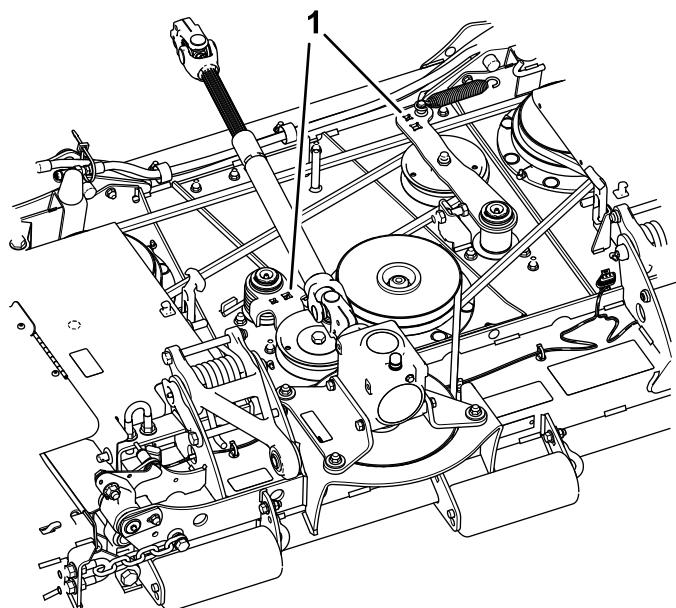

Figura 23
2. Usando una llave de vaso introducido en los orificios del brazo tensor, aleje la polea tensora de la correa de transmisión para aliviar la tensión de la correa y poder retirar la correa de la polea (Figura 23).